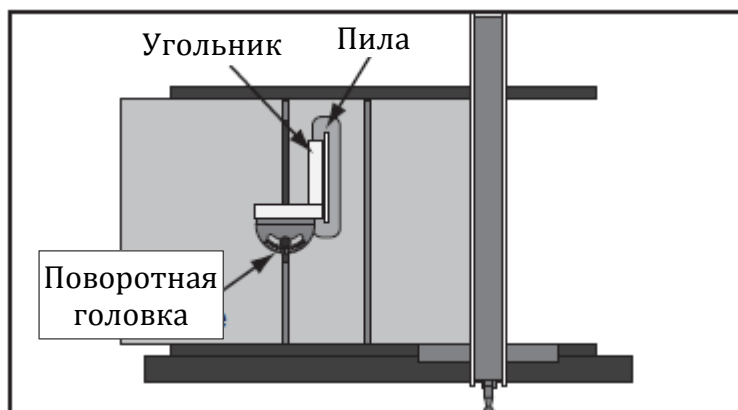

Рис. 82. Проверка упора на 90° на поворотной головке
4. Поставить угольник на 90° равномерно у плоскости поворотной головки и дисковой пилы, как показано на рис. 82.